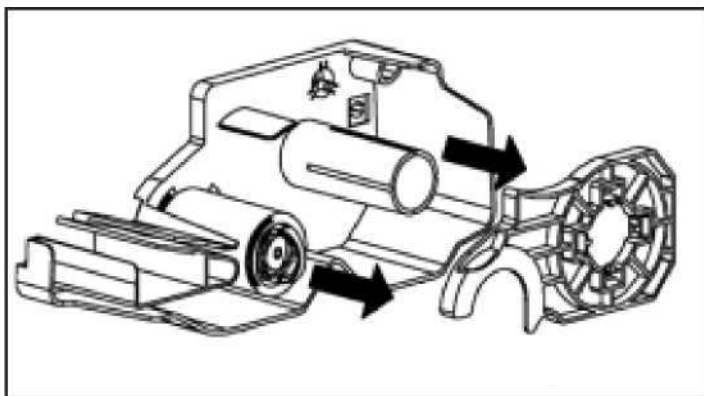

Рисунок 1.17 – Снятие фиксатора и приемной катушки
4. Снимите с картриджа фиксатор и приемную катушку (см. рисунок 1.17).